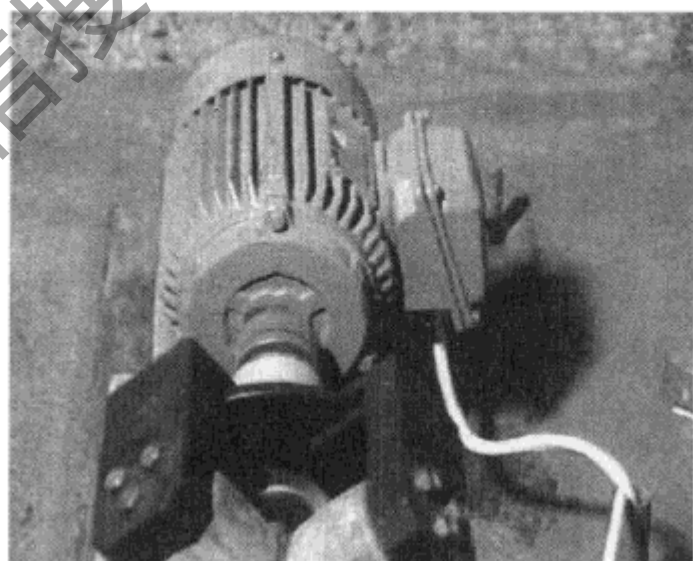

图 3-19 检查电源进线钢管的接地情况
⑧ 检查电动机电源引线、保护装置（自动开关、闸刀、熔断器、热继电器等）的选用和整定是否正确，检查电动机保护接地（接零）装置是否可靠，检查电动机机座与电源进线钢管的接地（接零）情况，如图 3-19 所示。
⑨ 检查电流表、互感器、电压表以及指示灯等的状况。
⑩ 准备启动电动机时，事先应通知所有的在场人员。启动后，应使其空转一段时间，并注意检查和观察其转向、转速、温升、震动、噪声、火花以及指示仪表的指示等情况。如有不正常现象，应停机，消除故障后再运行。